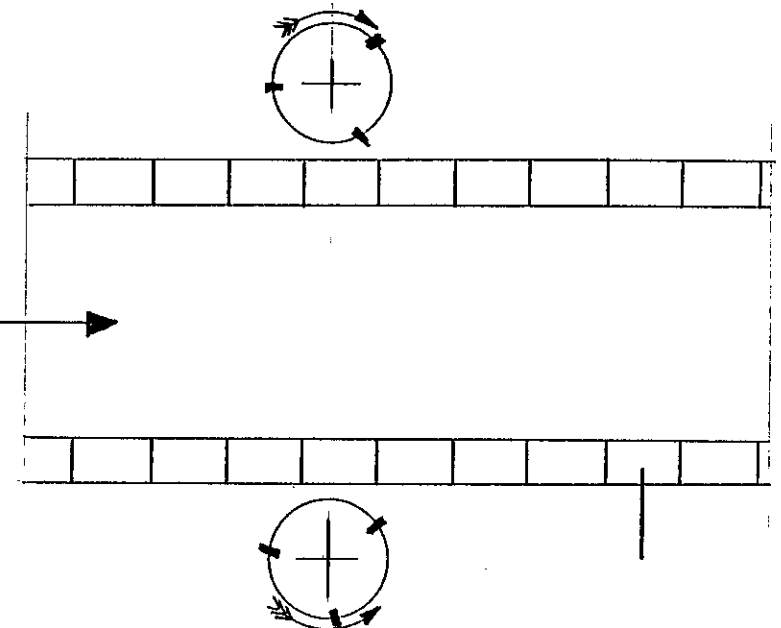

Figure 7
23. Connecter l'électricité de secteur à l'armoire de régulation. Vérifier la polarité en sélectionnant une tête montée verticalement. Voir figure 7.